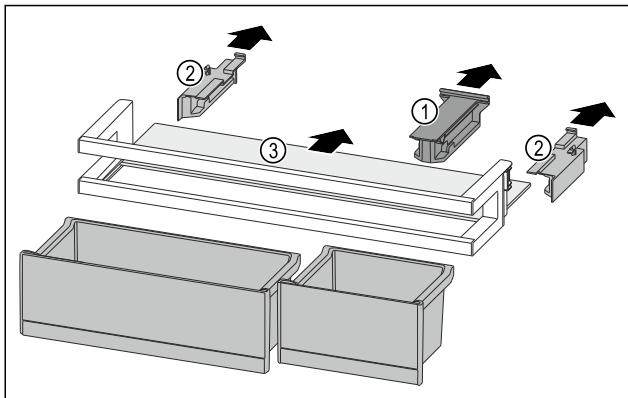

Fig. 90
- Držák Fig. 90 (1) stáhněte.
- Boční díly Fig. 90 (2) stáhněte.
- Odkládací plochu Fig. 90 (3) odeberte.